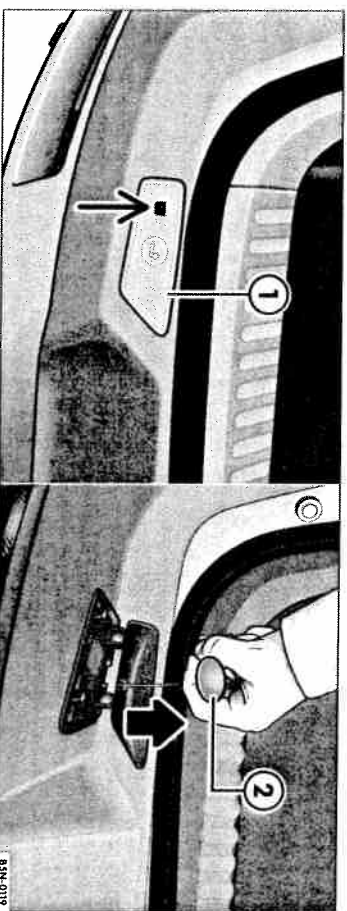
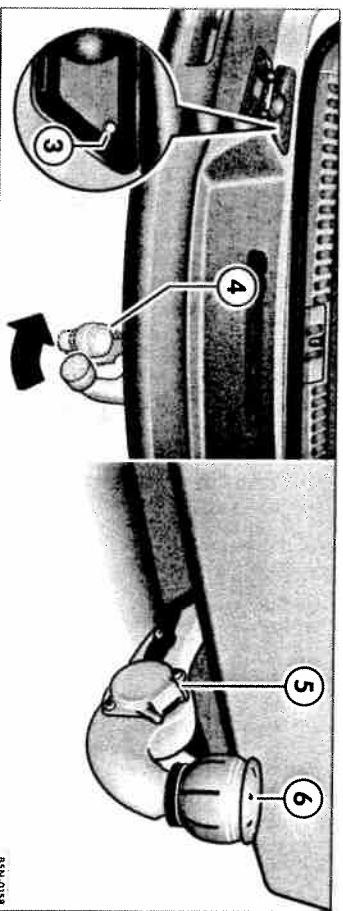

Fig. 29 Deschideți capacul din bara de protecție și deblocați cupla sferică.
Fig. 30 Defixați cupla sferică și deschideți priză.
- Introduceți un obiect adecvat (cheie, șurubelniță etc.) în deschizătura capacului ⇒ fig. 29 ① (săgeata) și desprindeți-l în spate din bara de protecție.
sau obiecte în zona de mișcare a cuplei sferice ⇒ fig. 30 ④ și trageți cablul mânerului ⇒ fig. 29 ② în sensul indicat de săgeată, până la limită de cursă. După rabatarea cuplei sferice sub bara de protecție, lăsați cablul și mânerul să alunece încet înapoi în bara de protecție.
- Rabatați cupla sferică ⇒ fig. 30 ④ cu mâna în sensul indicat de săgeată, până se fixează cu zgomot. Apriinderea lămpii de control ③ de lângă maneta indică faptul că cupla sferică este fixată bine și poate fi utilizată ⇒ A.
- Astupați orificiul din bara de protecție cu capacul ⇒ pagina 46, fig. 29 ① ⇒ ①.
- Înainte de cuplarea unei remorci, trageți capacul de protecție ⇒ pagina 46, fig. 30 ⑥ de pe cupla sferică și depozitați-l în autovehicul.
- După decuplarea remorci, montați capacul de protecție ⑥ pe cupla sferică.
- Introduceți un obiect adecvat (cheie, șurubelniță etc.) în deschizătura capacului ⇒ pagina 46, fig. 29 ① (săgeata) și desprindeți-l în spate din bara de protecție.
- Verificați să nu se găsească persoane sau obiecte în zona de mișcare a cuplei sferice ⇒ pagina 46, fig. 30 ④ și trageți cablul mânerului ⇒ pagina 46, fig. 29 ② în sensul indicat de săgeată, până la limită de cursă. După rabatarea cuplei sferice în jos, lăsați cablul și mânerul să alunece încet înapoi în bara de protecție.
- Rabatați cupla sferică ⇒ pagina 46, fig. 30 ④ cu mâna în sensul indicat de săgeată sub bara de protecție, până se fixează cu zgomot. Apriinderea lămpii de control ③ de lângă maneta indică faptul că cupla sferică este fixată bine.
Priza remorci este amplasată în partea stângă a cuplei sferice rabatabile mecanice ⇒ pagina 46, fig. 30 ⑤.
- Nu vă deplasați cu remorca atașată atât timp cât lampa de control ③ nu luminează. Deoarece cupla sferică nu este fixată și nu se găsește în poziția finală, există pericolul producerii unui accident!
- Utilizați dispozitivul de remorcare numai când cupla sferică este rabatăată complet și este fixată bine, iar lampa de control ③ este aprinsă.
- Nu acționați mânerul ⇒ pagina 46, fig. 29 ② niciodată când cupla sferică este folosită ⇒ pagina 46, fig. 30 ④.
- Nu stropiți garnitura cuplei sferice ⇒ pagina 46, fig. 30" ④ sau priza ⑤ cu jet direct, la spălarea sub presiune sau cu freze pentru îndepărtarea murdăriei. Garnitura se poate deteriora. Astfel poate intra umezeala și se poate forma rugină, sau pot apărea defecțiuni la instalație.
- Deschizătura din bara de protecție trebuie acoperită cu capacul ⇒ pagina 46, fig. 29" ①, pentru a împiedica producerea deretoriorilor la bara de protecție și la hayon.